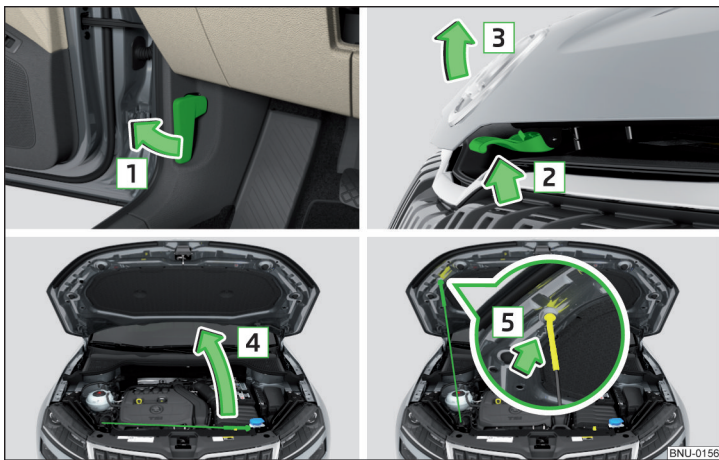

Fig. 301 Abrir la tapa del vano motor
- › Abra la puerta delantera y tire de la palanca de desbloqueo ubicada debajo del tablero de instrumentos en el sentido de la flecha 1 » fig. 301.